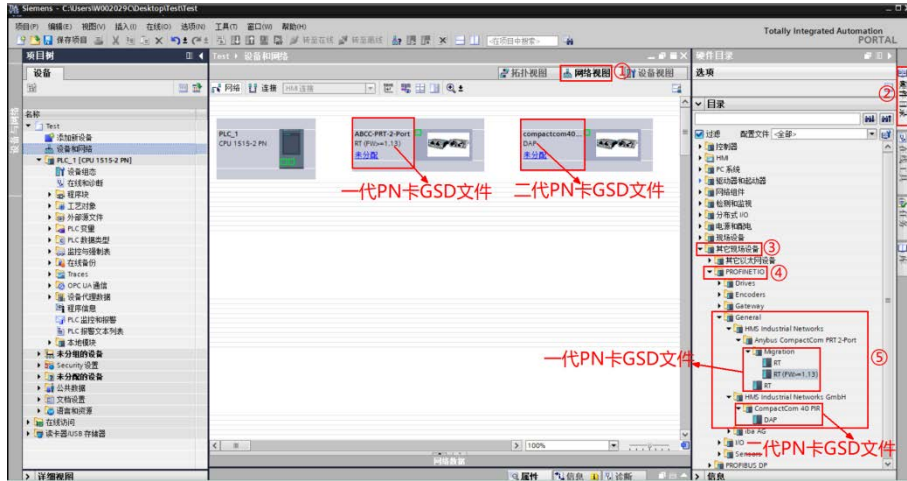

图 3.5 添加变频器站点
- 2) 鼠标双击左侧项目树中的【设备和网络】，进入【网络视图】窗口，然后选择右侧【硬件目录】中的【其他现场设备>PROFINET IO>General>HMS Industrial Networks GmbH>CompactCom 40 PIR】，在下拉的列表中选择【DAP】，将其拖入网络视图页面，如图 3.5 所示。